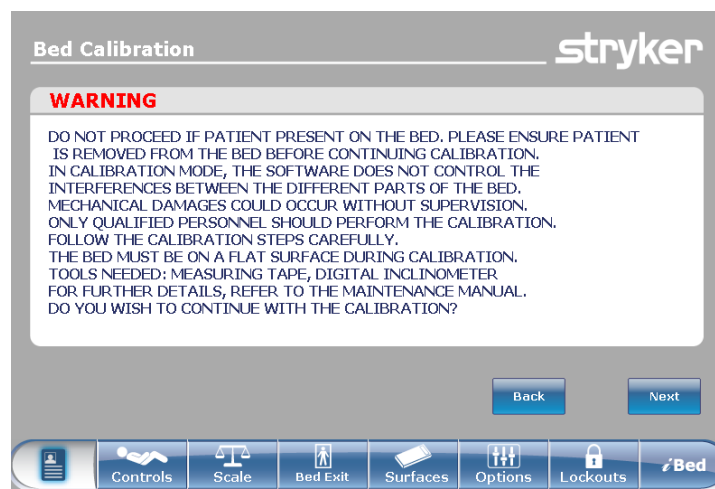

Figura 4: Bed Calibration - WARNING (Calibração da cama – ADVERTÊNCIA)
Ver Figura 4 para obter pormenores sobre a WARNING (ADVERTÊNCIA).
2. Depois de premir o botão Bed Calibration (Calibração da Cama), é apresentada a Figura 4. Prima “Next” (seguinte) para continuar com a calibração.